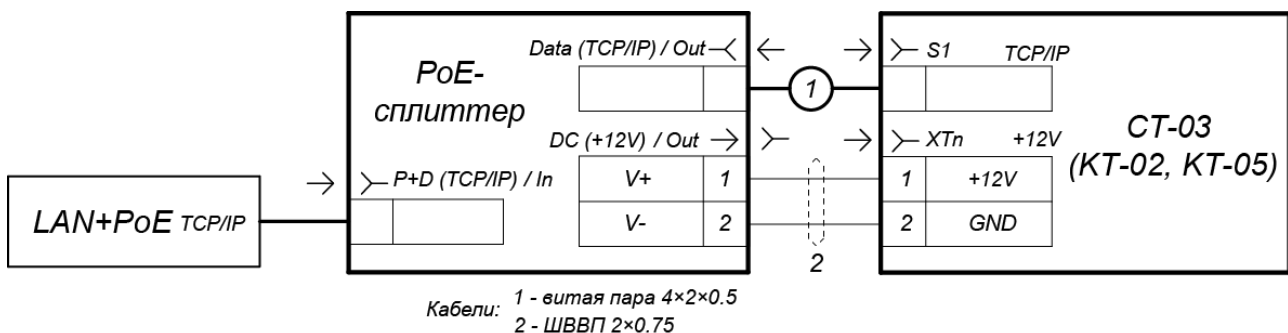

Рисунок 17. Схема подключения контроллера ЭП
3. Подключите цепь питания контроллера ЭП к разъему **Кон3** сплиттера. Схема подключения приведена на рис. 17 (штекер для подключения к разъему входит в комплект поставки сплиттера).